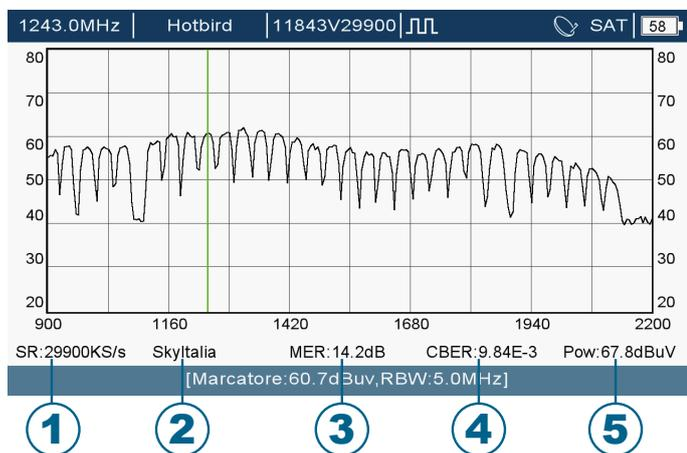

Fig. 9 Spettro segnali satellitari
SAT (fig. 9): ① Symbol rate ② Nome operatore ③ MER ④ CBER ⑤ Potenza;